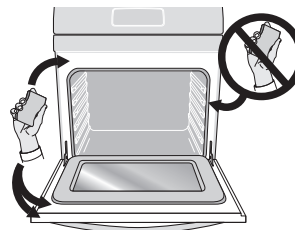

Figure 44 : Nettoyer autour du joint de porte du four
9. Nettoyer les parois et la sole du four. Ne pas nettoyer le joint de porte du four (Figure 44). Éviter de s'appuyer ou de se reposer sur la vitre de la porte du four pendant le nettoyage des parois.